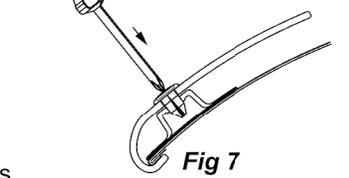

Fig 7
8. Ensure the hood deflector is well seated against the pedestals and push and screw the center pin of push type retainer assembly using a #2 Phillips screwdriver followed by tightening 90 degrees to fully engage the retainer into the pedestal and lock it into place. (Fig 7)
8. Assurez-vous que le déflecteur de capot est bien en place contre les socles et poussez et vissez la goupille centrale de l'ensemble de retenue de type poussoir à l'aide d'un tournevis cruciforme n° 2, puis serrez à 90 degrés pour engager complètement le dispositif de retenue dans le socle et le verrouiller en place. (Fig 7)